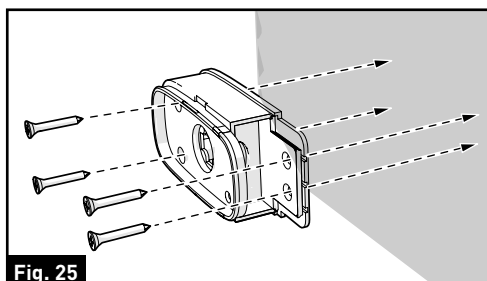

Fig. 25
5. Fixez la base du feu sur la paroi du véhicule à l'aide des quatre vis autotaraudeuses plates (quad drive tête plate #6 x 3/4 " auto-forage vis à bois). (Fig. 25)